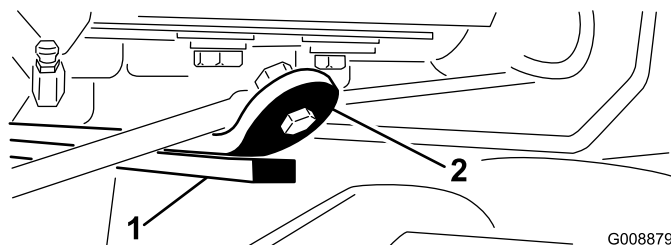

図 14
3. エンジンを始動し、カッティングユニットを上昇させ、後ろカッティングユニットのウェア・バーの上部についているウェア・ストラップからバンパー・ストラップまでの距離が 0.5～2.5 mm の間にあるかどうか点検する（図 14）。